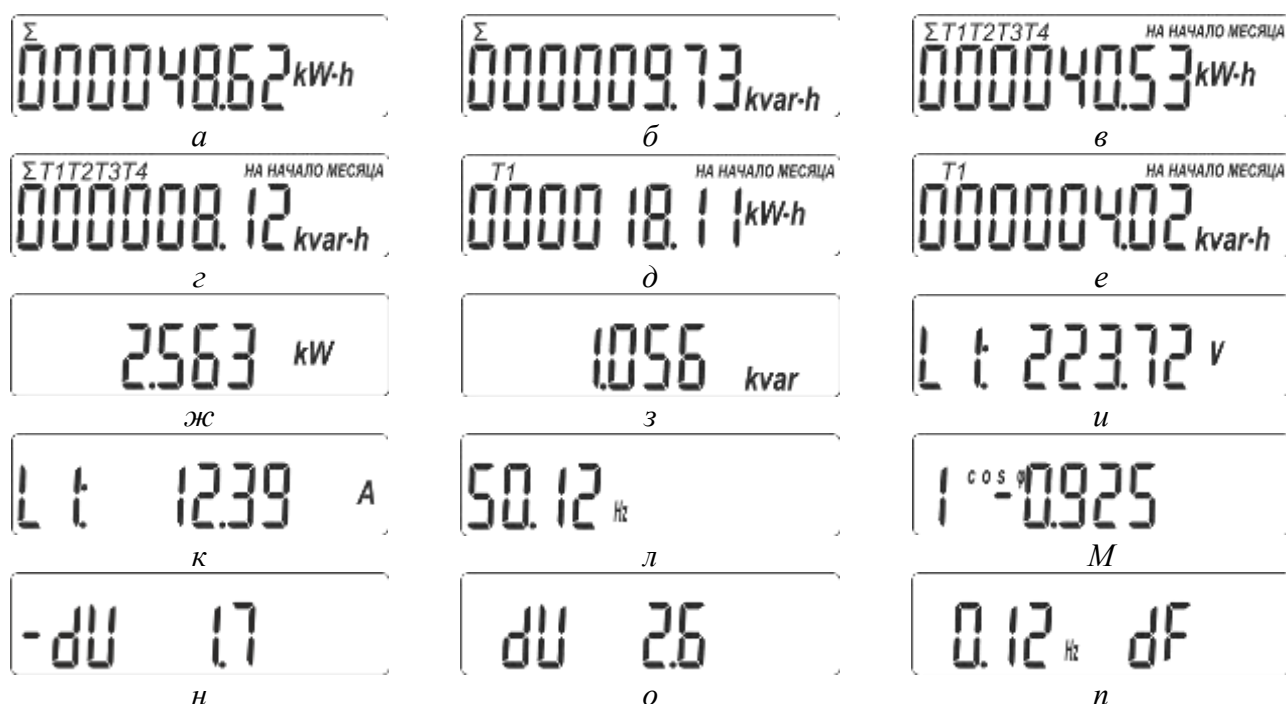

Рисунок 3.4 – Программируемые режимы индикации счётчика
- количество потреблённой активной электроэнергии суммарно независимо от тарифного расписания (рисунок 3.4, а);
- количество потреблённой реактивной электроэнергии суммарно независимо от тарифного расписания (рисунок 3.4, б);
- количество потреблённой активной электроэнергии нарастающим итогом суммарно по действующим тарифам на начало месяца (рисунок 3.4, в, на рисунке показана индикация для четырёх действующих тарифов);
- количество потреблённой реактивной электроэнергии нарастающим итогом суммарно по действующим тарифам на начало месяца (рисунок 3.4, г, на рисунке показана индикация для четырёх действующих тарифов);
- количество потреблённой активной электроэнергии нарастающим итогом раздельно по действующим тарифам на начало месяца (рисунок 3.4, д, на рисунке показана индикация для Т1);
- количество потреблённой реактивной электроэнергии нарастающим итогом раздельно по действующим тарифам на начало месяца (рисунок 3.4, е, на рисунке показана индикация для Т1);
- активной мощности (рисунок 3.4, ж);
- реактивной мощности (рисунок 3.4, з);
- действующего значения фазного напряжения (рисунок 3.4, и);
- действующего значения фазного тока (рисунок 3.4, к);
- частоты сети (рисунок 3.4, л);
- коэффициента активной мощности ( $\cos \varphi$ ) (рисунок 3.4, м);
- отрицательного отклонения напряжения (рисунок 3.4, н);
- положительного отклонения напряжения (рисунок 3.4, о);
- отклонения частоты (рисунок 3.4, п);